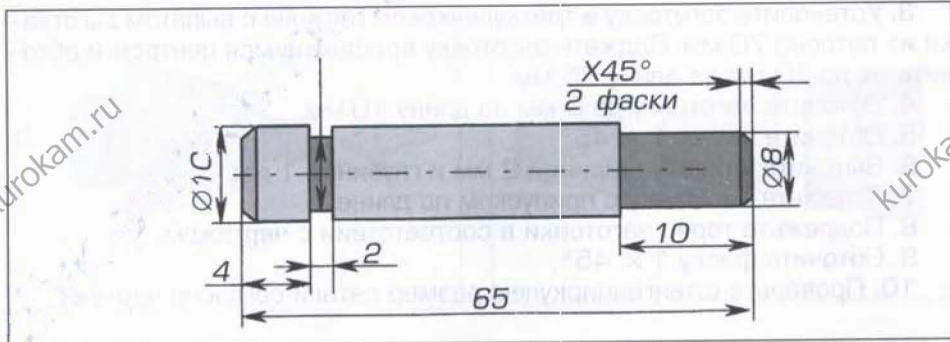

Рис. 68. Чертёж оси
1. Составьте технологическую карту для следующей последовательности работ по изготовлению оси (рис. 68). Карту оформите по следующей схеме.